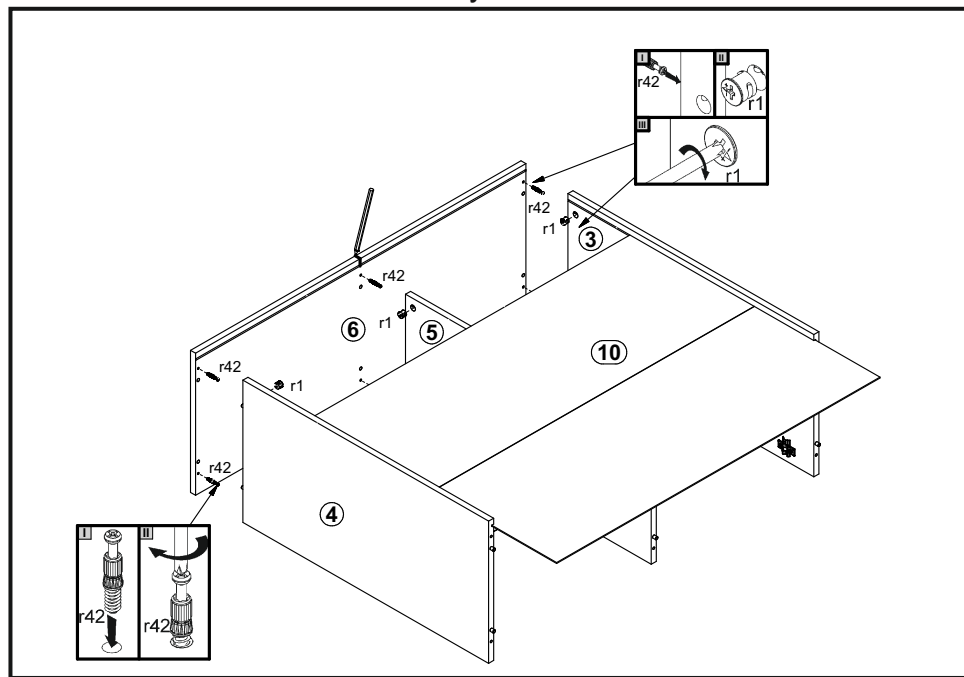

Рисунок 5
4.8. Присоединить щит 6 к стенкам 3,4,5 с помощью шкантов f1, затянуть стяжки эксцентриковые r1, пользуясь отверткой, вставить стенку заднюю 10 в пазы в деталях 3, 4, 6 (см. рис. 5).